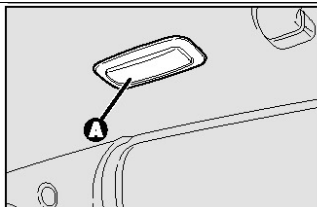

рис.60
**Версии с открывающимся люком** рис.60
**(где предусмотрено)** рис.60
Нажмите на рассеиватель **А** – **рис.60**, для того чтобы включить/ выключить лампы